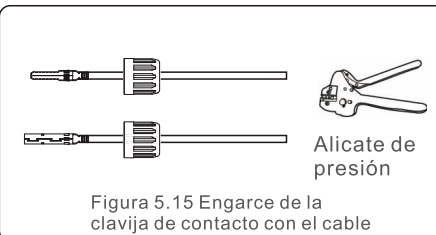

Figura 5.15 Enganche de la clavija de contacto con el cable
3. Enganche la clavija de contacto con el cable utilizando una crimpadora adecuada. (véase la figura 5.15)